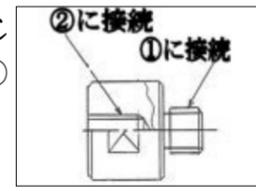

図3 交換アダプタ
そこで図3、写真6のねじ交換アダプタを作製して①と②を接続しました(写真7)。